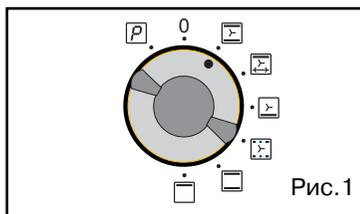

Рис. 1
- Выберите режим приготовления: Поверните поворотный переключатель режимов в выбранное вами положение (рис. 1).